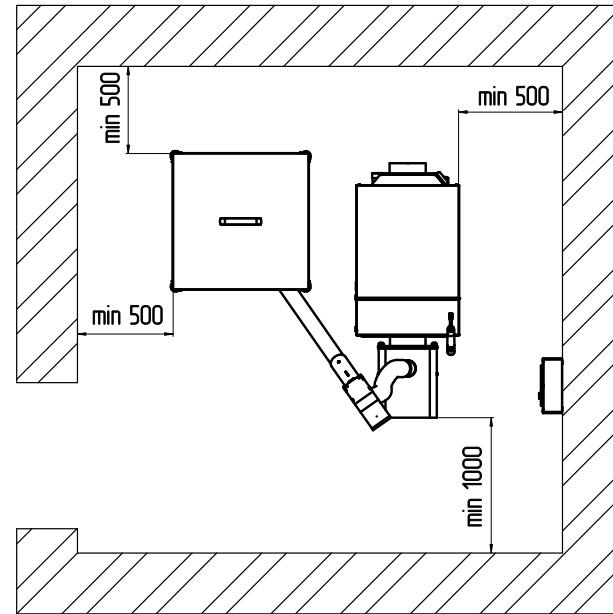
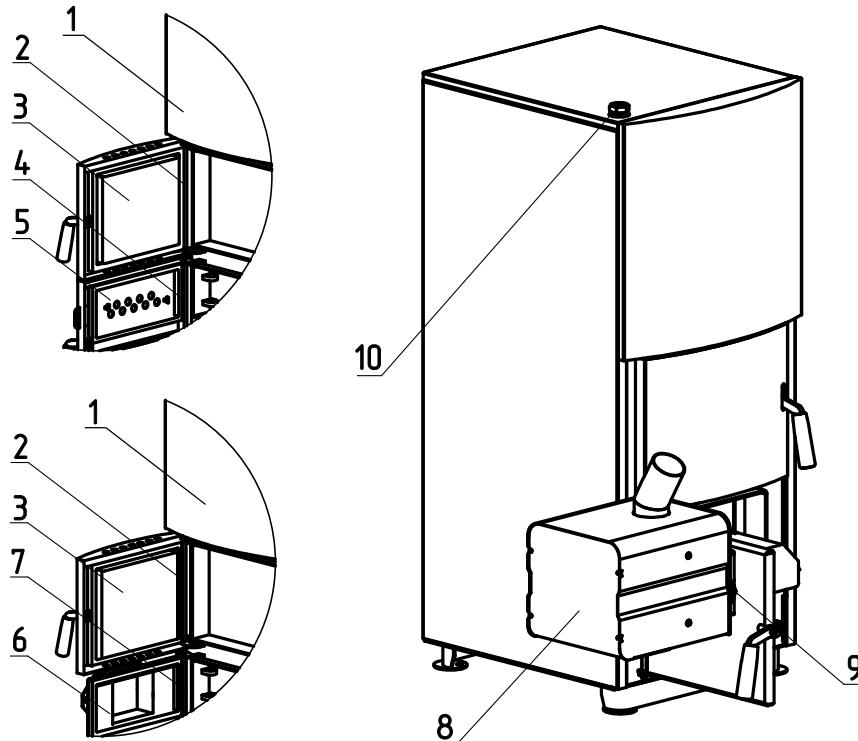

Рис. 12 Расположение котельной установки в помещении
Рис. 9 Порядок установки двери на твердотопливные котлы ZOTA Mix 40 и ZOTA Mix 50
7.3.10. Расположение котельной установки в помещении с учетом необходимого для обслуживания пространства (см. Рис. 12).
- Снимите панель (Рис. 9, поз. 1), извлеките ось (Рис. 9, поз. 2) и снимите дверцу загрузочную (Рис. 9, поз. 3).
- Затем извлеките ось дверцы зольной (Рис. 9, поз. 4) и снимите зольную дверцу (Рис. 9, поз. 5).
- Далее установите адаптер горелки (Рис. 9, поз. 6) и зафиксируйте его осью (Рис. 9, поз.7).
- Установите дверцу загрузочную (Рис. 12, поз. 3), установите ось загрузочной дверцы (Рис. 9, поз. 2) и установите на место панель (Рис. 9, поз. 1).
- Установите горелку (Рис. 9, поз. 8) на котел и зафиксируйте ее гайками (Рис. 9, поз. 9).
- Для установки гильзы под датчики температуры и перегрева снимите пробку или тягoreгулятор (если установлен) и установите гильзу (Рис. 9, поз. 10) в освободившееся отверстие.